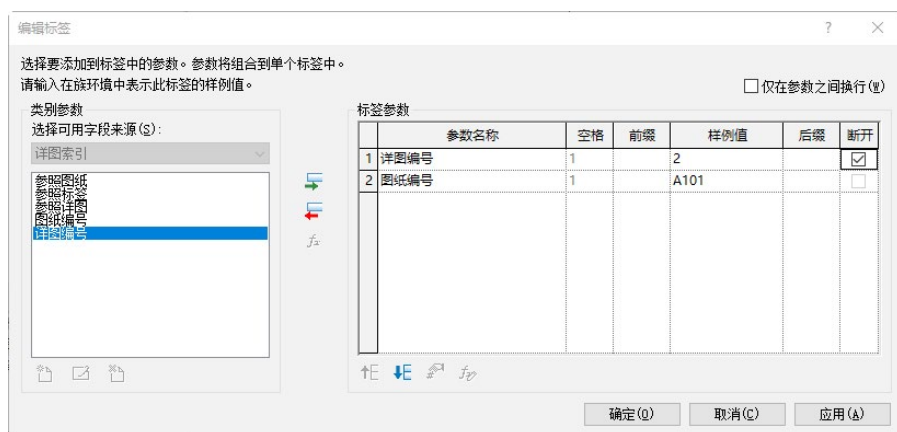

图 3-5 “编辑标签”对话框
(5) 单击“创建”选项卡“文字”面板中的“标签”按钮，在视图中位置中心单击确定标签位置，打开“编辑标签”对话框，在“类别参数”栏中分别选择详图编号和图纸编号，单击“将参数添加标签”按钮，将其添加到标签参数栏，并更改样例值，勾选“断开”复选框，如图 3-5 所示。